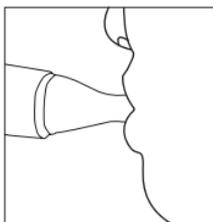

Fig. 10
- Uso de la boquilla: lleve la boquilla a la boca y cierre los labios levemente para facilitar la entrada del líquido nebulizador de manera fluida en la posición de la lesión sin dificultades (ver Fig. 10).